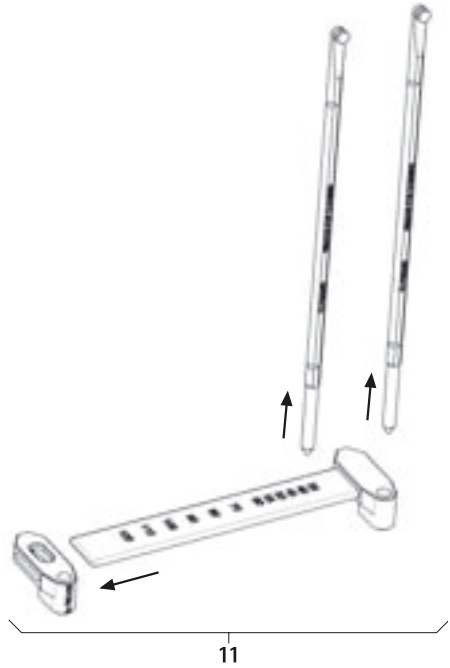

Abb. 7
- Stablängen-Messinstrument **11** demontieren, siehe Abb. 7.